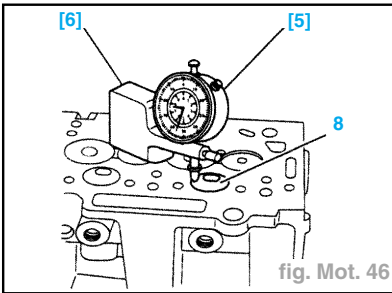

fig. Mot. 46
- Contrôler le dépassement des chambres de turbulences (8) par rapport au plan de joint de culasse (fig. Mot. 46).